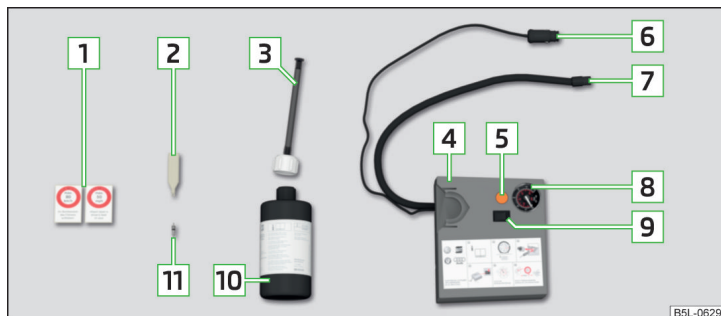

Fig. 247 Prezentarea în principiu: Componentele setului de depanare
Componentele setului » fig. 247
- › Lipiți autocolantul corespunzător **[1]** » fig. 247 la pagina 236 pe planșa de bord, în câmpul vizual al șoferului.
- › Scuturați de câteva ori bine recipientul de umplere a anvelopei **[10]** » fig. 247 la pagina 236.
- › Înșurubați bine furtunul de presiune **[7]** » fig. 247 la pagina 236 al compresorului de aer pe ventilul anvelopei.